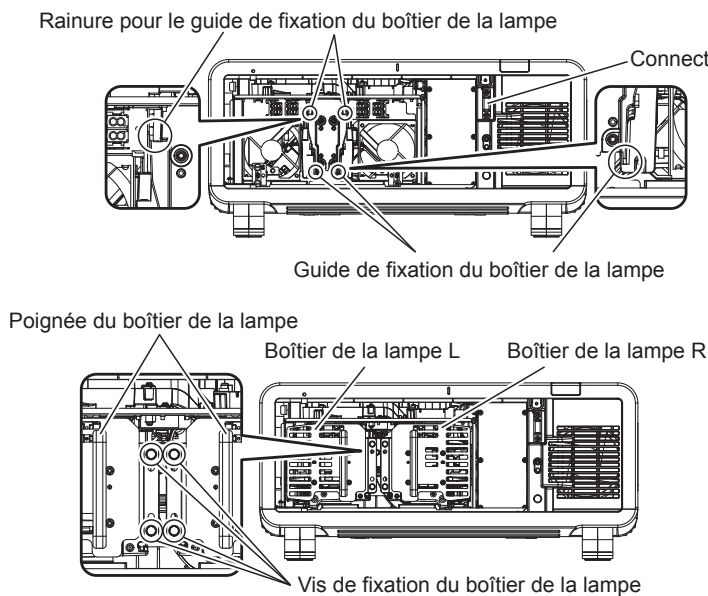

Fig. 1
3) Fixez le boîtier de la lampe. (Fig. 1)